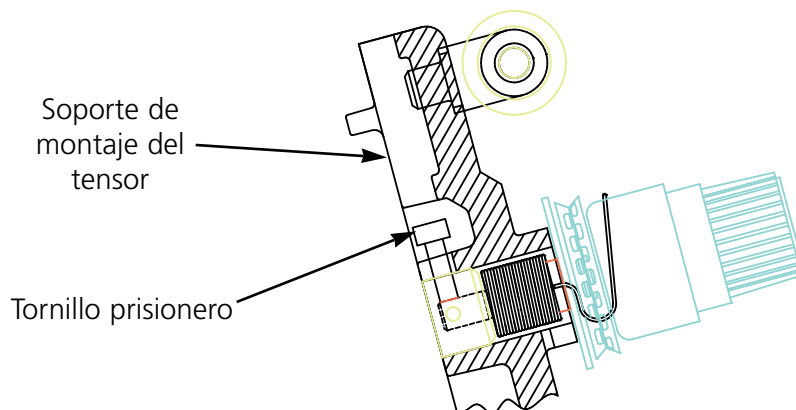

Figura 4-23
1. Ligeramente afloje el tornillo prisionero en la parte superior del soporte de montaje del tensor (vea la figura 4-23).